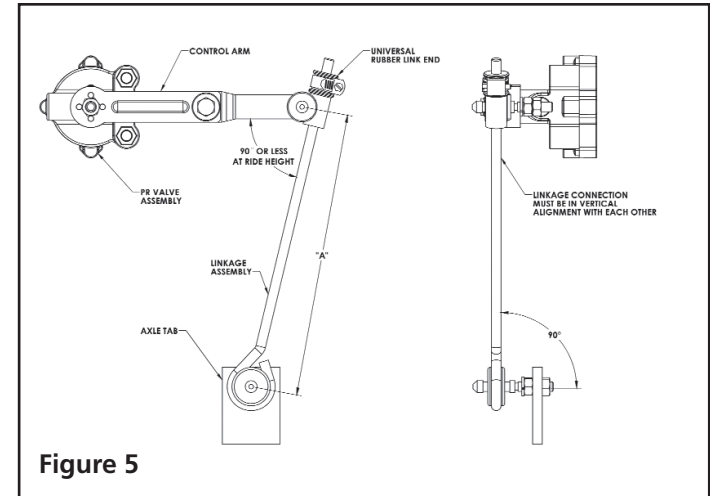

Figure 5
8. With the suspension at ride height and the HCV control arm at center position, determine the location of the lower linkage tab. A typical PR HCV and linkage assembly are shown in **Fig. 5**. Note the recommended angles between the HCV and linkage connection before installing the bottom linkage tab.
9. Damage to the valve, linkage and other suspension components may result if the recommended angles are not followed. Measure the distance from the control arm linkage mounting hole to the axle tab bracket mounting hole (**Dim. "A" - Fig. 5**). This is the required linkage length.
8. Con la suspensión en la altura de recorrido y el brazo de control de HCV en la posición central determine la ubicación de la lengüeta de unión inferior. Una HCV PR y ensamble de unión normal se muestran en la Fig. 5. Observe los ángulos recomendados entre HCV y la conexión de unión antes de instalar la lengüeta de unión inferior.
9. Puede dañar la válvula, la unión y otros componentes de la suspensión si no utiliza los ángulos recomendados. Mida la distancia desde el agujero de montaje de la unión del brazo de control hasta el agujero de montaje del soporte de la lengüeta del eje (**Dim. "A"** - Fig. 5). Ésta es la longitud de unión requerida.